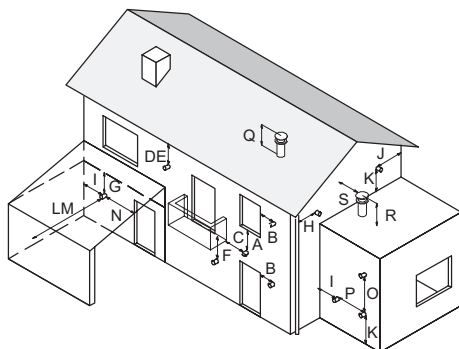

Figura 5.21
- rispettare le distanze minime di Figura 5.21 ed eventuali norme nazionali e locali vigenti.